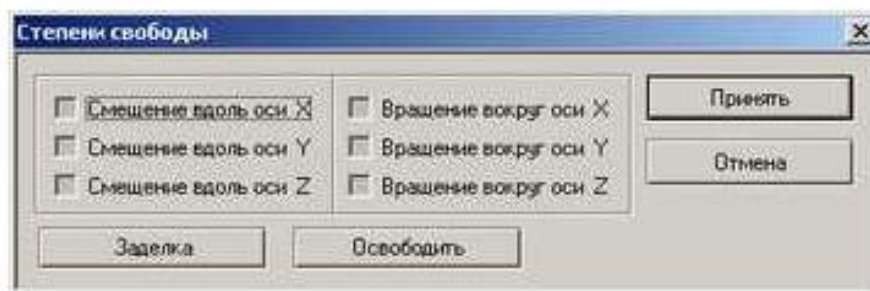

Рис. 5.3.1. Окно задания ограничений степеней свободы
2. Выберите с помощью указателя мыши узел, в котором вы хотите изменить степени свободы, нажмите правую кнопку мыши и выберите пункт "ВВОД" (или нажмите клавишу <ENTER>). Появится окно задания степеней свободы (рис. 5.3.1.).
3. В возникшем диалоговом окне (рис. 5.3.1.) находится 6 флажков, которые соответствуют 6 степеням свободы. Левый столбец флажков запрещает (разрешает)